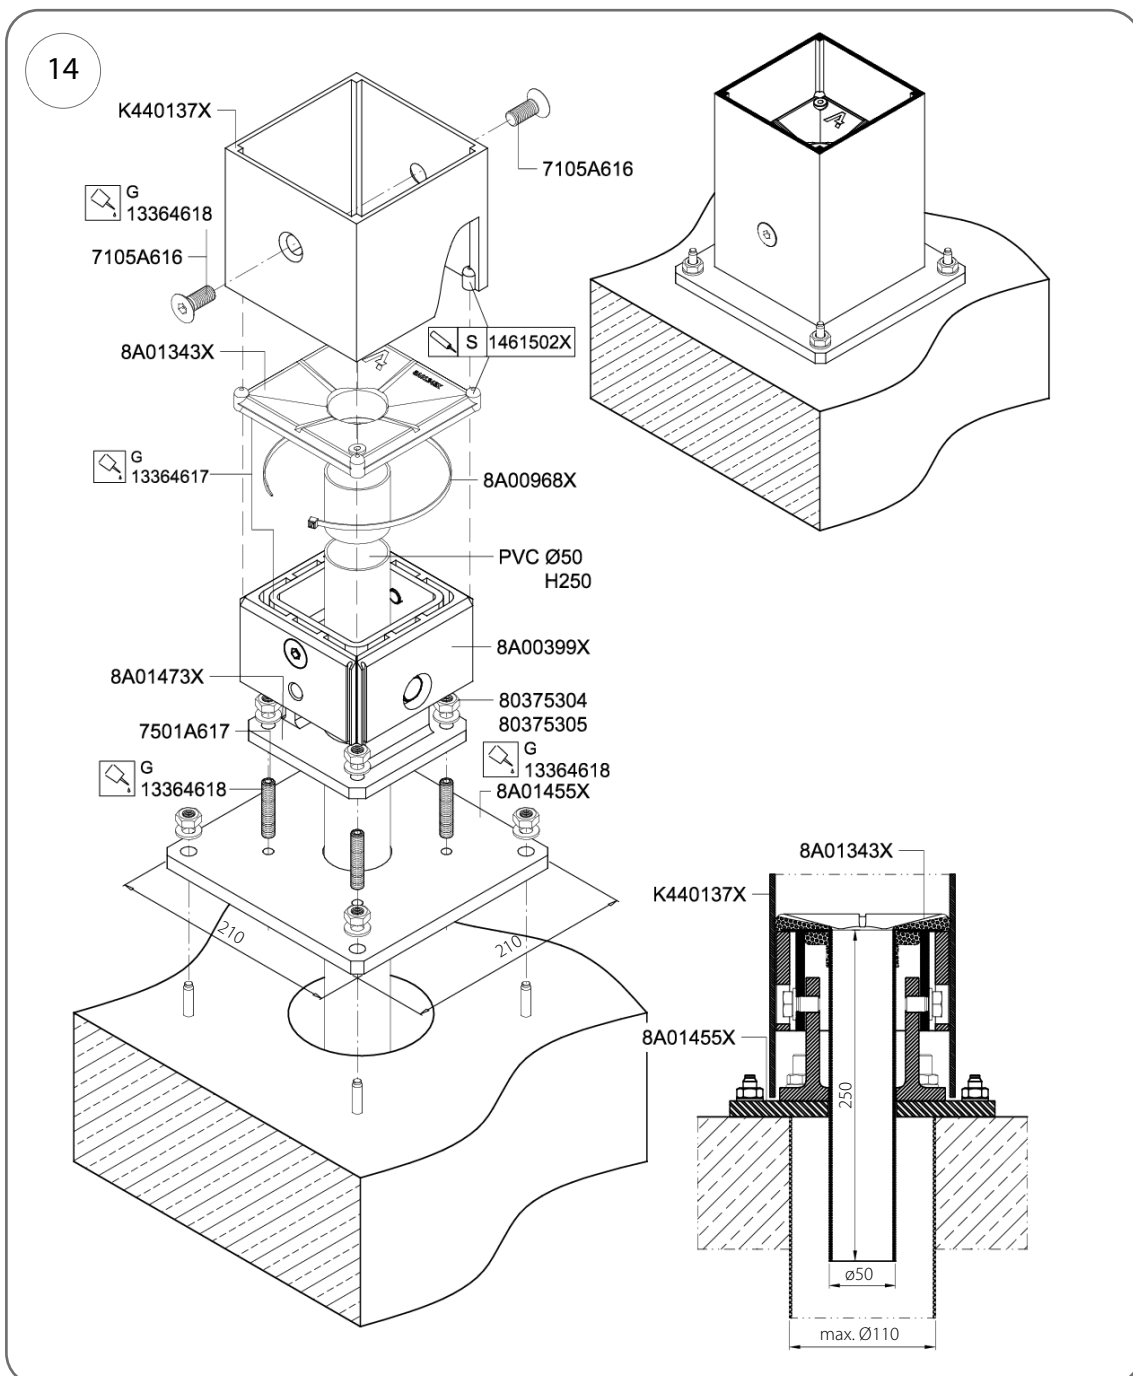

Fig. 14
6. Montați stâlpul de pergolă K440137X pe suport și fixați-l de suport folosind 2 șuruburi Allen (nr. cat. 7105A616, M12x30 mm); acoperiți șuruburile cu etanșant pentru filete (nr. cat. 13364618) (Fig. 14).